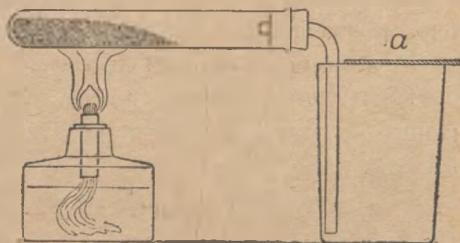

Рис. 92. Наполнение стакана кислородом.
**Задача 3.** Вы проделаете ряд опытов с горением различных веществ в кислороде. Для этого вы будете собирать кислород в банки или в стаканы, прикрытые картоном *a*, как на рис. 92. Насыпьте в пробирку материала, который оказался наиболее подходящим для добывания кислорода. Нагревайте вещество, постепенно подвигая лампочку по направлению от доньшка к отверстию пробирки.